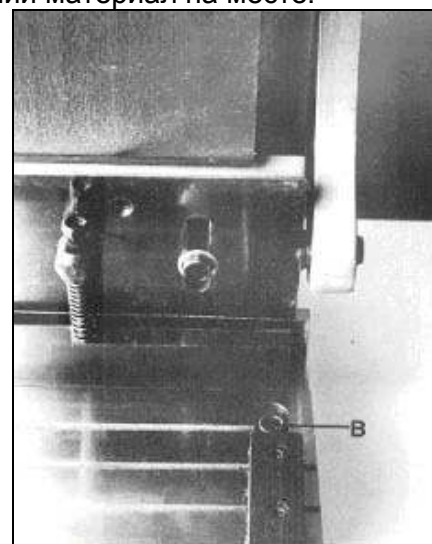

Рис. 7
3. Отрегулируйте зажим на расстоянии 1/4" (6,5мм) над столом, когда лезвие ножниц находится в верхнем положении, повернув две болта с шестигранными головками под ключ (А, Рис. 7) Когда лезвие начнет движение вниз, зажим должен немедленно зафиксировать рабочий материал на месте.
1. Ослабьте два винта с шестигранными головками под ключ (В, Рис. 7) с каждой стороны стола.
2. Используйте регулирующие винты А, Рис. 7), чтобы уменьшить зазор между лезвием и столом, чтобы облегчить разрезание тонкого материала.